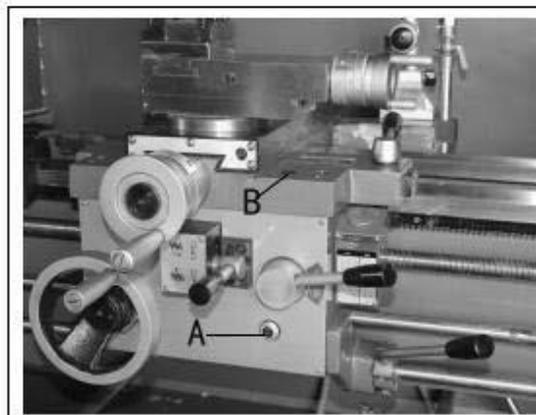

Рисунок 7
**Фартук** - масло должно быть до отметки индикатора в смотровом стекле для масла (А, рис.7). Долейте доверху маслом MobilDTE®. Для заполнения снимите масляный колпачок (B, рис.7) на верхней части фартука. Для слива снимите сливную пробку на днище фартука. Слейте масло полностью и залейте после первого месяца работы. Затем меняйте масло в фартуке раз в году.